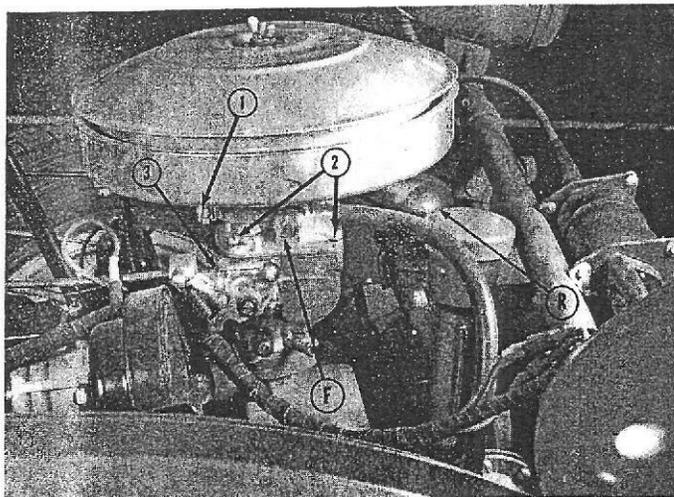

FIG. 9
## Carburateur (Fig. 9)
- démontez le couvercle de la cuve du carburateur (4 vis [2, fig. 9] et leurs symétriques de gauche), **faites attention à ne pas abîmer le joint papier;**
À l'entrée du carburateur, à côté du raccord de la canalisation (en F, fig. 9), le filtre est constitué par un cylindre de fine toile métallique. Il peut, à la longue, se charger d'un dépôt blanchâtre qui gêne l'arrivée d'essence. Son nettoyage est très facile.